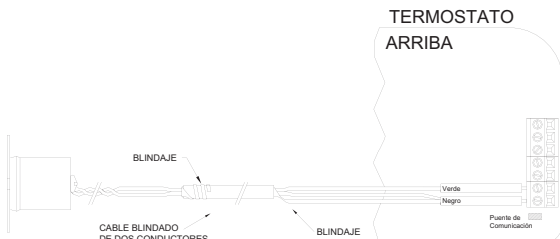

Figura 11 – Conexiones a un Sensor Remoto de Temperatura
Realice las conexiones hacia las terminales Verde y Negra bajo la sección marcada "Remote Temp Sensor" ("Sensor Remoto de Temperatura") en la regleta de terminales derecha - Vea Figura 11.
- Al conectar un sensor remoto de temperatura, el blindaje y uno de los cables del sensor remoto de temperatura se unen entre sí y se conectan a la terminal Negra – Vea Figura 11.